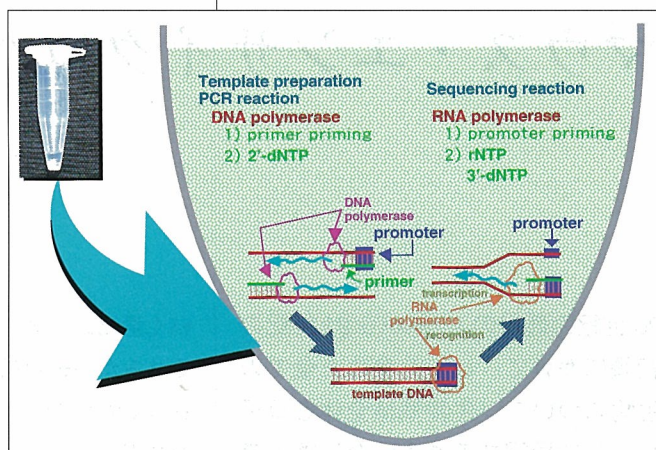

図1 転写シーケンス (TS) 法
(1) 完全長 cDNA: 当時、ループができる 2 次構造の特徴から mRNA を完全にコピーした完全長 cDNA を取ることは容易ではなかったが、一部ではなく全体の構造がわかれば、機能の推察ができる。そこで、我々は cDNA 合成の際、トレハロースによって逆転写酵素の耐熱化に成功し (Proc. Natl. Acad. Sci. USA, 95: 520-524, 1998)、完全長 cDNA 伸長法が確立された。また同時に完全長 cDNA 選択法開発にも成功したのである (Genomics, 37: 327-336, 1996, DNA Res., 4: 61-66, 1997)。これらの方法により良質な cDNA ライブラリーの供給が可能となり、極めて独自の研究領域を展開することができるようになった。
(2) 高速シーケンス技術: パーキン・エルマー社を始めとしたアメリカの独壇場であるゲノム解析技術に頼らない独自の技術開発が必須であると感じた我々は、高速プラスミドプレパラーター、転写シーケンス (TS) 法 (図1)、高速シーケンサーの開発と、一連のゲノム解析に必要なツールを自前で用意した。これらを用いて最新鋭のシステム建設を開始した。